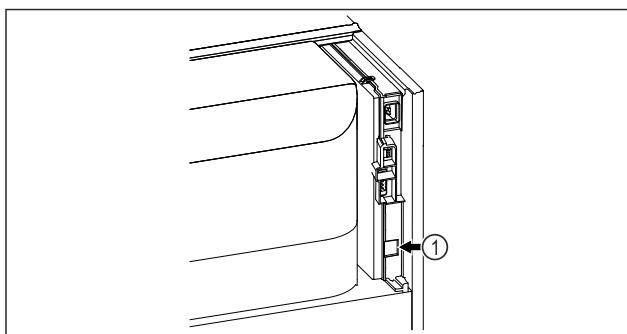

Fig. 127
SmartModule Fig. 127 (1) naudojamas.